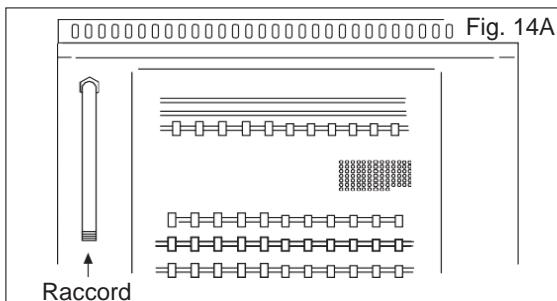

Fig. 14A
B) Cuisinière équipée pour l'alimentation à gauche (fig. 14A).